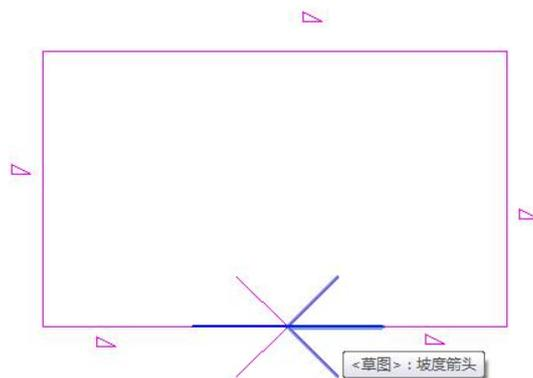

图 7-30 坡度箭头
6) 再次单击“坡度箭头”，设置“头高度偏移值”，并从老虎窗线段的另一端到中点绘制第二个坡度箭头（图 7-30）。